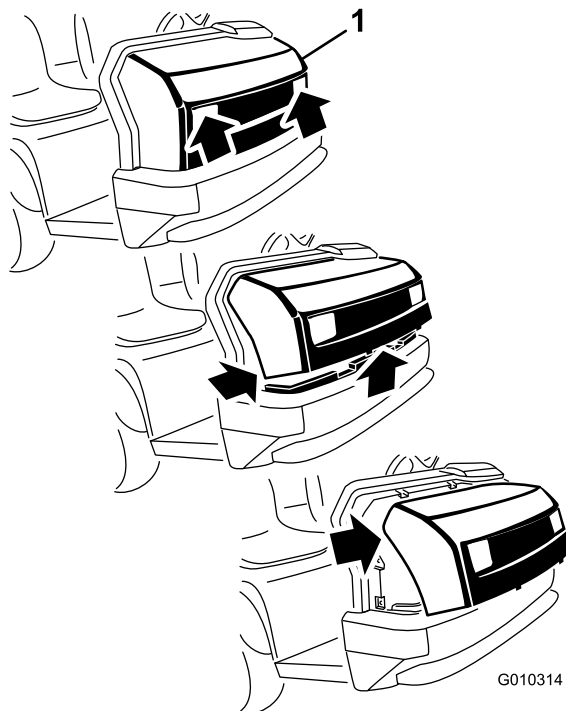

Figure 27
1. Tout en tenant le capot par les ouvertures des phares, soulevez-le pour dégager les pattes de fixation inférieures des fentes du cadre (Figure 27).
de fixation supérieures des fentes du cadre (Figure 27).
3. Faites pivoter le haut du capot en avant et débranchez les connecteurs des fils des phares (Figure 27).
2. Insérez les pattes de fixation supérieures dans les fentes du cadre (Figure 27).
3. Insérez les languettes de montage inférieures dans les fentes du cadre (Figure 27).